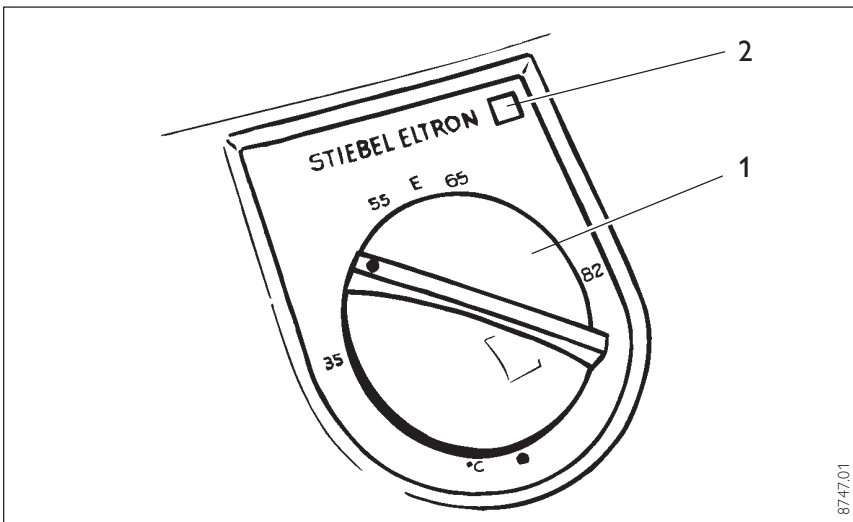

Abb. 4/ Fig. 4/ Afb. 4
### Temperaturwahl (Abb. 4)
**To select the temperature** (Fig. 4)
**Sélection de la température** (Fig. 4)
**Temperatuurkeuze** (Afb. 4)